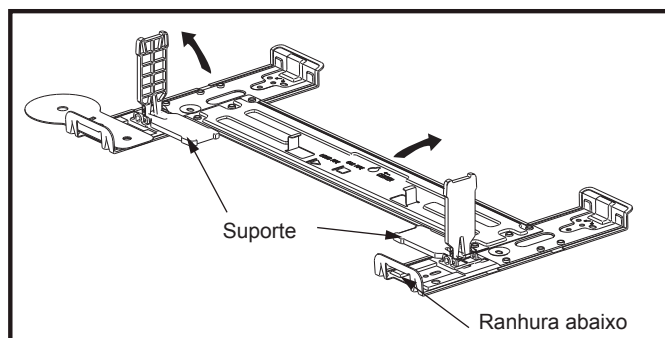
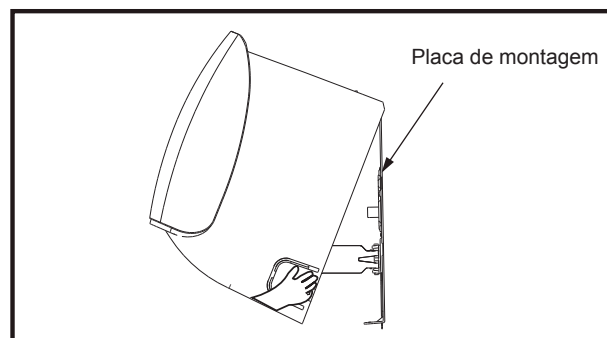

Fig. 10
Fig. 11
- 3) Abra os dois suportes da placa de montagem de parede para 90 graus, como mostrado na Fig. 10 e movimente a unidade de passo a passo para atingir o melhor local (Fig. 11).